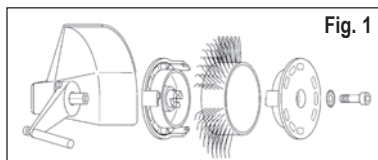
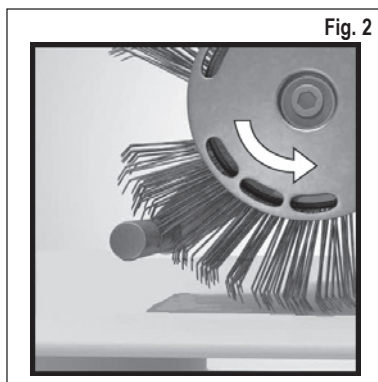

Fig. 1
Fig. 2
3. Interrompa a alimentação de ar comprimido e fixe a cinta **MBX® Bristle Blaster®** 23 mm ou 11 mm correctamente com o sistema de alojamento correspondente (observe o sentido de operação) no disco de leque previsto e no parafuso na ferramenta. Vide a Fig. 1 e a Fig. 2
- Está a utilizar uma cinta **MBX**® no sentido de operação errado? - Ajuste a cinta de escova, de maneira que opere no sentido correcto (vide o capítulo 7, Colocação em funcionamento, Fig. 2).